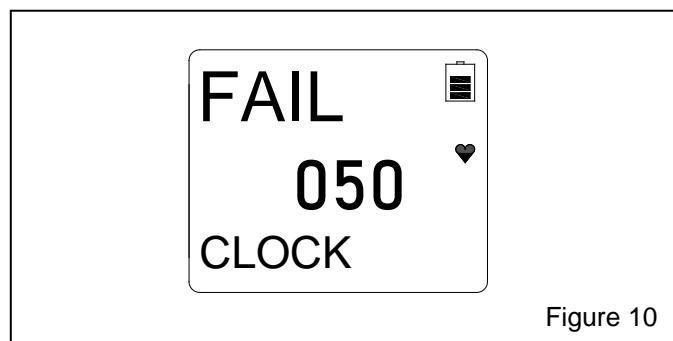

Figure 10
3.4.5 Gestion d'une alerte de défaillance de l'heure – Figure 10